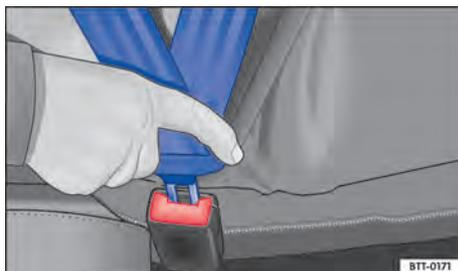

Fig. 48 Introduzir a lingueta do cinto de segurança no fecho do cinto de segurança.
- Introduzir a lingueta do cinto firmemente no fecho do cinto de segurança correspondente ao assento → Fig. 48.